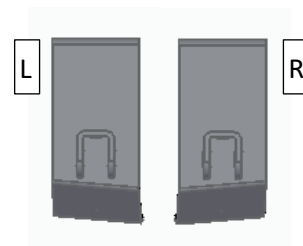

Abbildung 5
Durch das Auge der Augenschraube und durch die Bohrung in der Einhängekralle (4) kann dann die Sechskantschraube M12x40 (12) geschoben werden und mit der Sicherungsmutter M12 (17) verschraubt werden (ACHTUNG: Es gibt eine rechte und linke Einhängekralle siehe Abb. 5 = in Fahrtrichtung). Auch für diese Schrauben und Muttern gibt es passende Schutzkappen. Kleben Sie noch die Lackschutzgummis (28) an die Einhängekrallen (4).